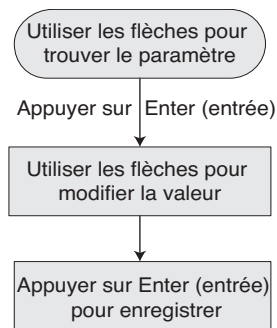

Figure 12 – Modifier la valeur des paramètres
2. Suivre la séquence de pression des touches illustrée à la Figure 12.
Le mot de passe verrouille ou déverrouille les touches bleues du clavier (voir Figure 2). Toutes les unités Intellidrive sont expédiées de l'usine avec le mot de passe par défaut 7777. Il peut être remplacé par une autre combinaison de 1 à 4 chiffres. Pour réinitialiser le mot de passe afin de configurer un mot de passe unique pour l'unité, déverrouiller le clavier et suivre la séquence de pression des touches (voir Figure 12) pour effectuer le changement.